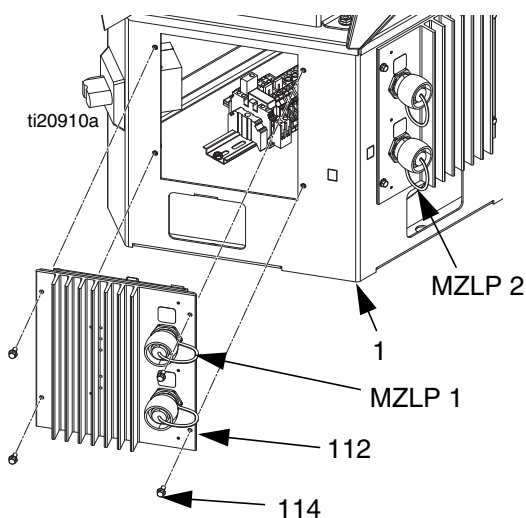

FIG. 42
- Retire los cuatro tornillos (114) que sujetan el MZLP (112) al armario eléctrico (1); luego, con cuidado, retire el MZLP del armario eléctrico. Consulte FIG. 42.
- Si se sustituye el MZLP 1, retire la tarjeta secundaria y los separadores, y vuelva a instalarlos en el MZLP nuevo. Consulte la FIG. 42 para ver la identificación del MZLP 1 y el MZLP 2.